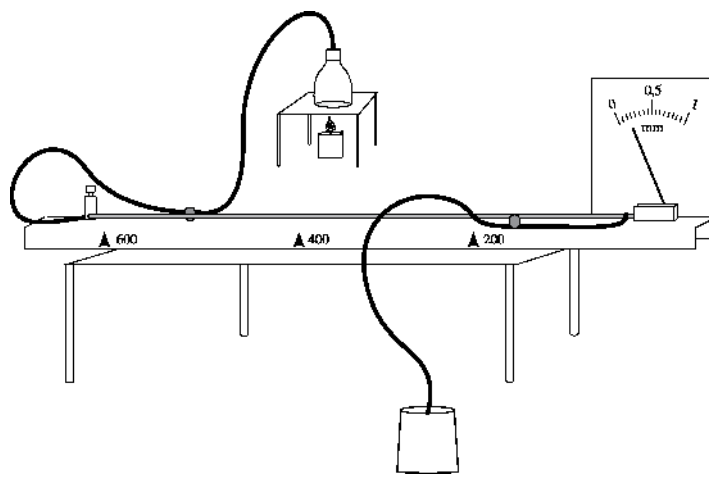

Abbildung 1
- Schläuche wie in Abbildung 1 anschließen und Auffanggefäß unter den Schlauch stellen.